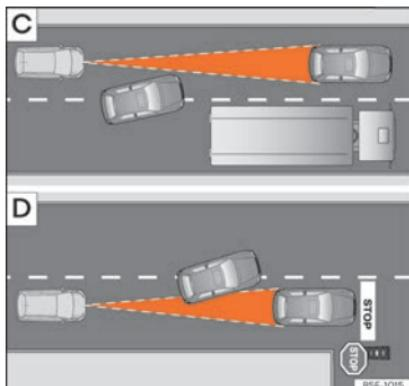

Fig. 163 **C** Cambio de carril de un vehículo. **D** Vehículo girando y otro detenido.
- Vehículos que cambien al carril por el que usted circula a poca distancia de su vehículo »» **fig. 163 C**.
El ACC no reacciona ante vehículos detenidos. Si, p.ej., un vehículo detectado por el ACC gira o se aparta y delante del mismo se encuentra un vehículo detenido, el ACC no reaccionaría ante este último »» **fig. 163 D**.